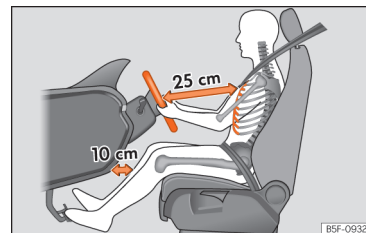

Fig. 16 Distanța corectă dintre șofer și volan trebuie să fie de cel puțin 25 cm (10 inch).
- Reglați volanul astfel încât să existe o distanță de cel puțin 25 cm (10 inchii) față de stern »» fig. 16 și să îl puteți ține cu ambele mâini de părțile laterale exterioare, cu brațele ușor flexate.